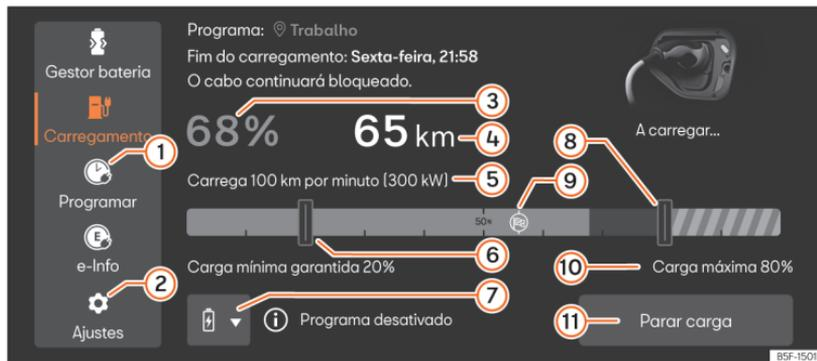

Fig. 64 No sistema infotainment: menu principal Carregamento.
2. Pressione o botão   »» **Fig. 64.**